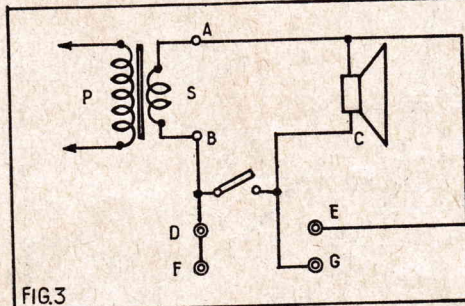

FIG.3
La figure 2 vous donne le schéma de la liaison du secondaire du transfo de sortie, aux deux cosses de la bobine mobile du HP et la figure 3 le schéma après la modification faite. Prenez trois morceaux de fil souple lumière (entre 5 et 7/10 par exem-
Examinons maintenant le schéma de la figure 3. L'interrupteur basculé vers bas, c'est-à-dire « fermé » mettant en court-circuit ses deux cosses, vous reliez la cosse de la bobine mobile à la sortie du secondaire du transfo (B) et vous revenez au schéma de la figure 1. Maintenant, ouvrons l'interrupteur (basculé vers le haut) le HP du poste est hors circuit et les trois douilles DEF qui, elles, sont reliées à la cosse de la bobine mobile de l'interrupteur, au secondaire du transfo, la douille E étant également reliée à la cosse de la bobine mobile et la douille G l'étant à l'autre cosse de cette bobine, nous pouvons envisager de multiples combinaisons.